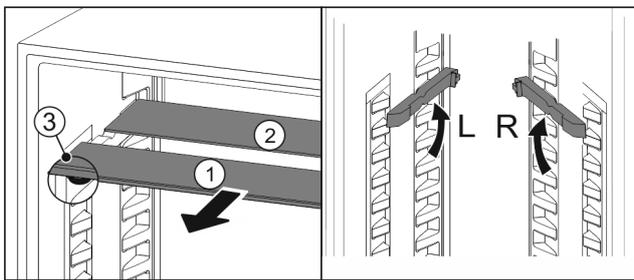

Fig. 104
- Посуньте Fig. 104 (1) скляну панель вперед.
- Скляна панель Fig. 104 (1) з декоративною планкою лежить спереду.
- Стопори Fig. 104 (3) показують вниз.